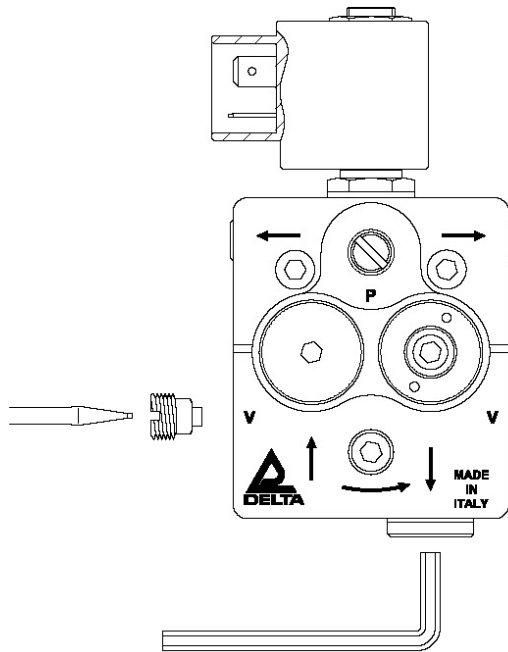

Fig. 1
- Entfernen Sie den 1/4" Stopfen vom Rücklaufanschluss mit einem 6 mm Innensechskantschlüssel (Fig. 1).
- Setzen Sie in den Rücklauf einen 1/4" Stopfen und ziehen Sie diesen fest (Fig. 1).